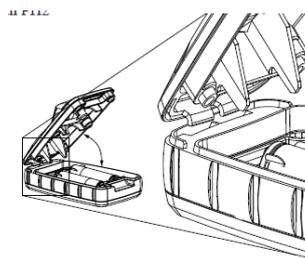

Figure 24. Côté arrière du couvercle
2. Enlever le couvercle en le poussant (voir la figure 24)
5. Fermer le couvercle en insérant en premier le derrière du couvercle dans l'émetteur, puis pousser (voir la figure 24)